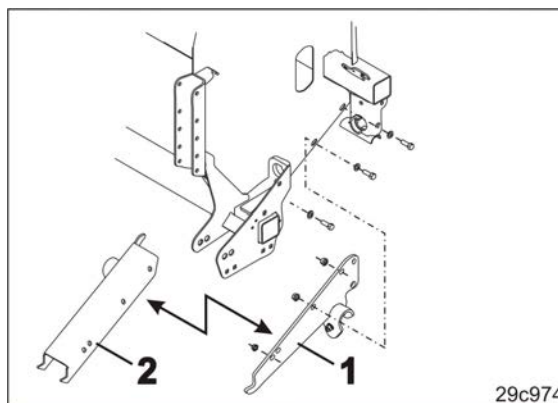

Fig. 90
- to styreplader (Fig. 90/1) til anvendelse sammen med pakkervalse PW 500
- to holdere (Fig. 90/2) til anvendelse sammen med ringvalse KW 520.